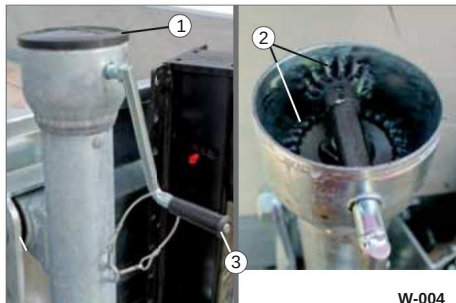

Bild 4 Smörjning av dragstångens höjdjustering
- Ta bort locket (bild 4/1).
- Smörj kugghjulen (bild 4/2) med fett.
- Använd veven (Bild 4/3) för att veva höjdjusteringen upp och ner – fettet fördelas.